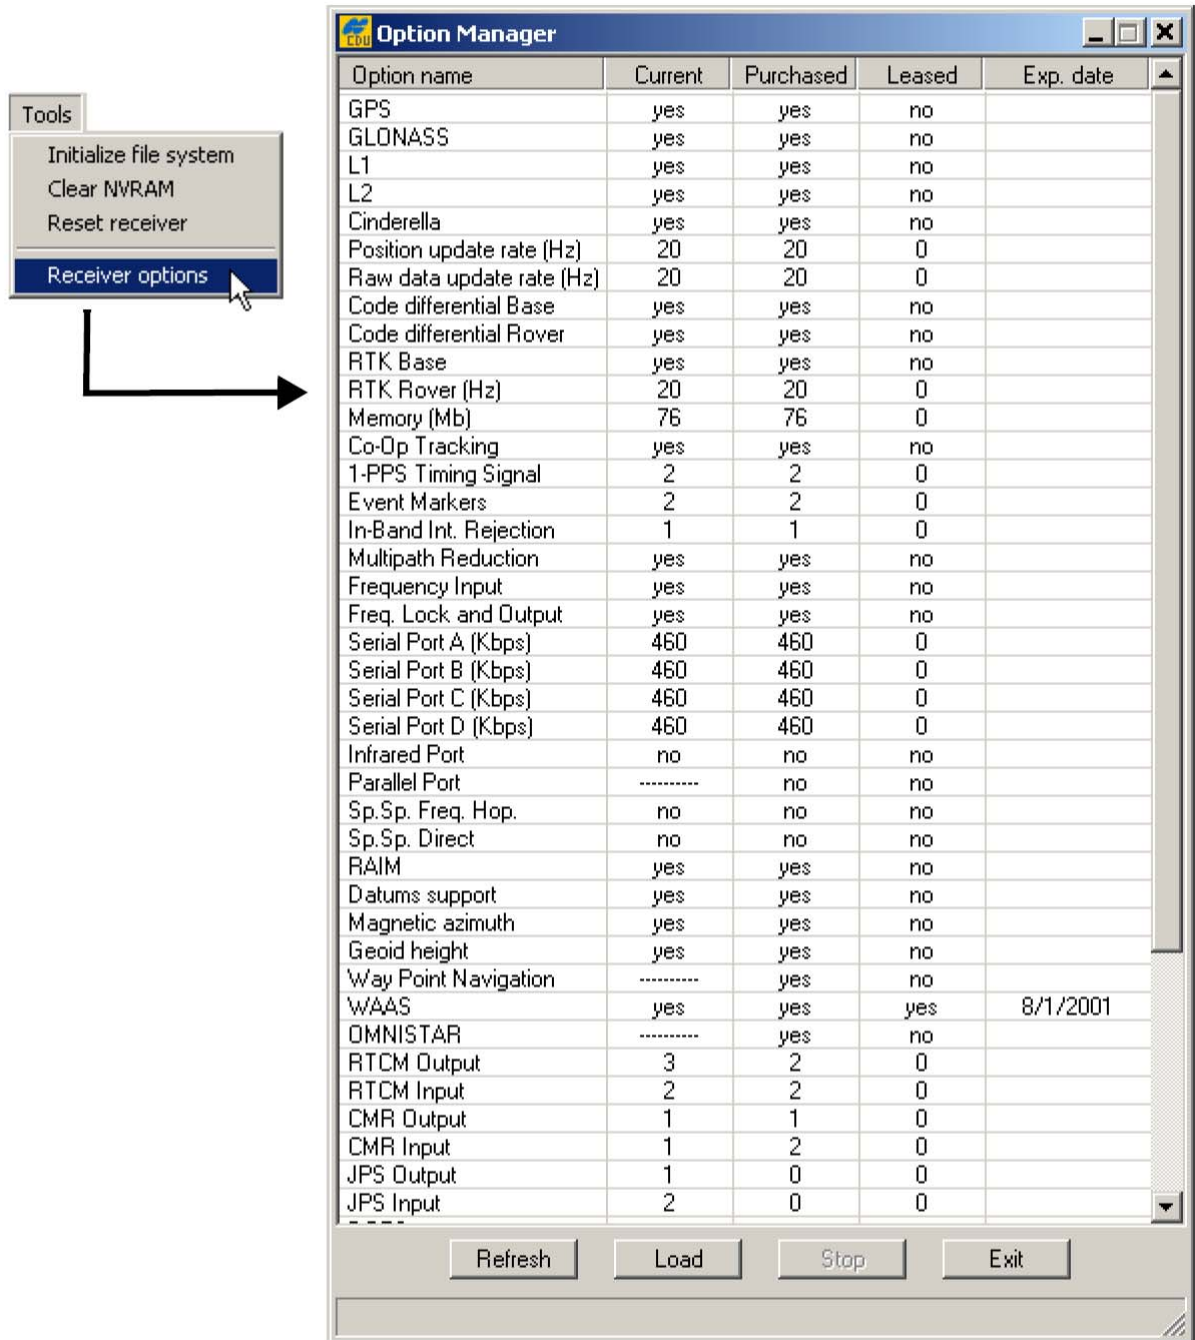

Рисунок 5-15. Окно *Option Manager* (Управление опциями)
2. Выберите пункт меню **Tools > Receiver Options (Инструменты > Опции приемника)**. В диалоговом окне *Option Manager (Управление опциями)* (см. рис. 5-15 на стр. 5-11), содержится следующая информация:
2. Щелкните на кнопке *Load (Загрузить)*, расположенной в нижней части диалогового окна **Options Manager (Управление опциями)**, см. рис. 5-15 на стр. 5-11.